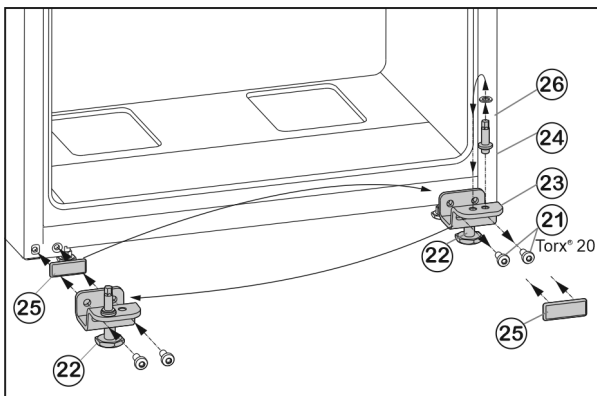

Fig. 7
- ▶ Desatornillar los tornillos de sujeción Fig. 7 (21).
- ▶ Retirar soporte de rodamiento inferior Fig. 7 (23) por completo con pivote roscado Fig. 7 (24), arandela Fig. 7 (26) y pie de ajuste Fig. 7 (22).
- ▶ Desenroscar el pivote roscado Fig. 7 (24) por completo con la arandela Fig. 7 (26), colóquelo en el orificio de sujeción más adelante del soporte de rodamiento y vuélvalo a enroscar.
- ▶ Retirar con cuidado la placa de recubrimiento Fig. 7 (25) y colocarla en el lado opuesto.
- ▶ Atornillar el soporte de rodamiento inferior Fig. 7 (23) por completo con el pivote roscado Fig. 7 (24), la arandela Fig. 7 (26) y el pie de ajuste Fig. 7 (22) en el nuevo lado de las bisagras con ayuda del destornillador eléctrico (con 4 Nm).
- ▶ Colocar la puerta desde arriba en el pivote roscado Fig. 7 (24).
- ▶ Desenroscar el pie de ajuste Fig. 7 (22) del apoyo inferior Fig. 7 (23) hasta que se pose en el suelo.